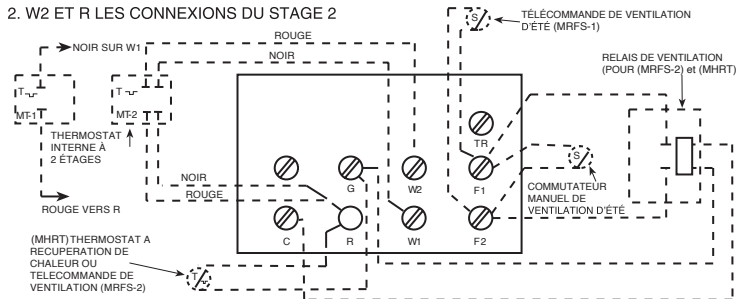

Figure 5. Carte de terminaison de commandes (pour radiateurs avec contacteur)
- Sur les radiateurs fournis avec un contacteur interne (7 et plus), référez-vous à la Figure 5 comme schéma de câblage. Le câblage pour le contrôle doit au moins être de calibre 18 AWG.